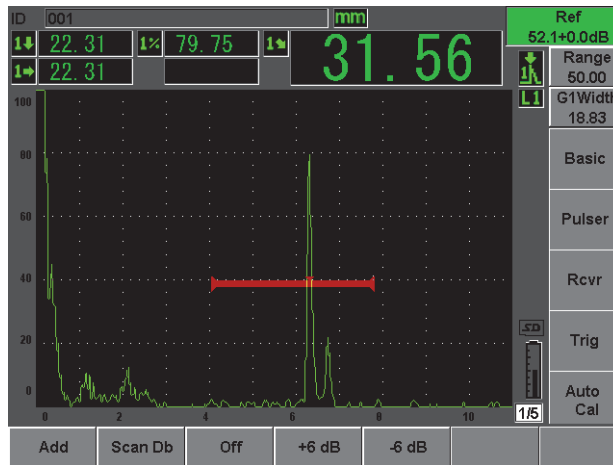

Figura 2-18 Configurando o ganho de referência
4. Configure a sensibilidade ao capturar o furo ou a rachadura na porta 1, conduzindo a indicação para 80% da altura da tela usando (**AUTO XX%**) e, em seguida, configure o ganho de referência pressionando **[2ND F] (REF dB)** [veja Figura 2-18 na página 48].